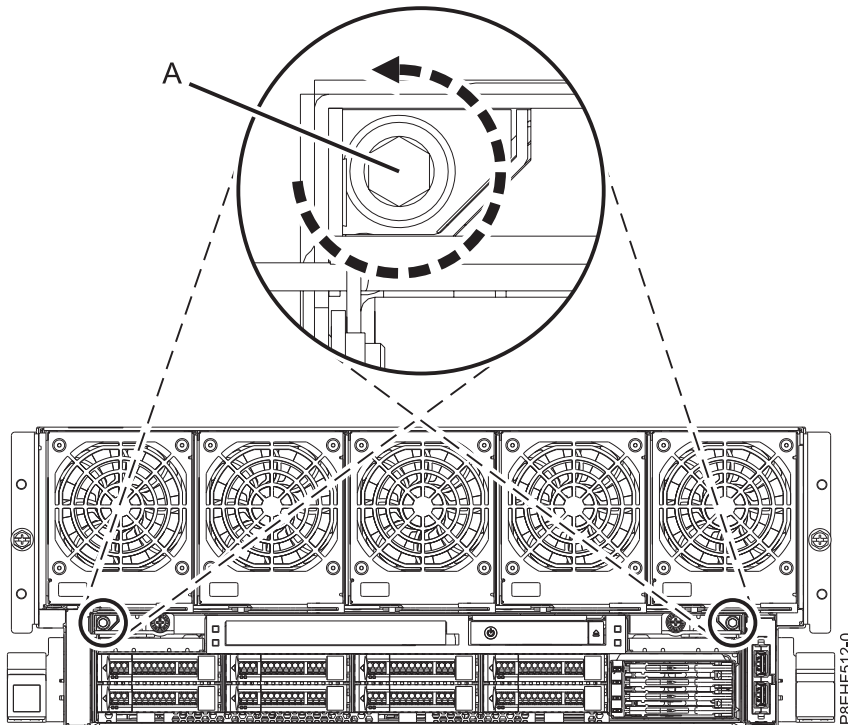

Abbildung 2. Transportschrauben lösen
2. Lösen Sie die eingelassenen Transportschrauben (A) in der RAID-Baugruppe mit einem 4-mm-Inbusschlüssel, aber entfernen Sie sie nicht (siehe Abb. 2).